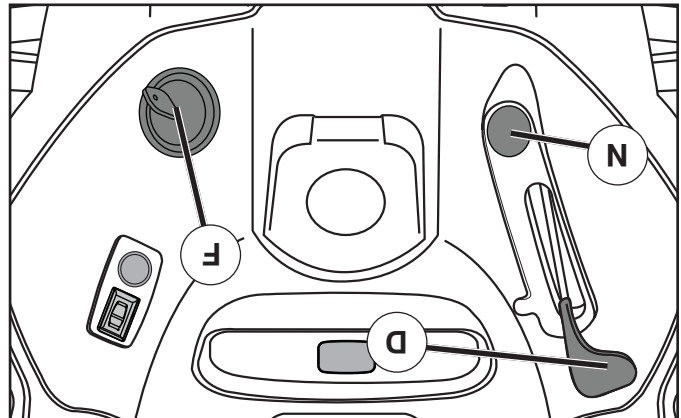

Fig. 19
- Mover la palanca de mando entre la posición (D) de velocidad media y máxima (rápida).
**AVISO:** Si no se mueve el control de la aceleración a la posición de lento y se permite que el motor ande en vacío antes de pararlo puede producir la contraexplosión del motor. Gire la llave de ignición (F) a la posición de apagado "STOP" y remueva la llave al abandonar el tractor para evitar el uso no autorizado.
### PARA USAR EL CONTROL DE LA ACELERACIÓN (D) (Vea Fig. 19)
### PARA USAR EL CONTROL DE ESTRANGULACIÓN (N) (Vea Fig. 19)